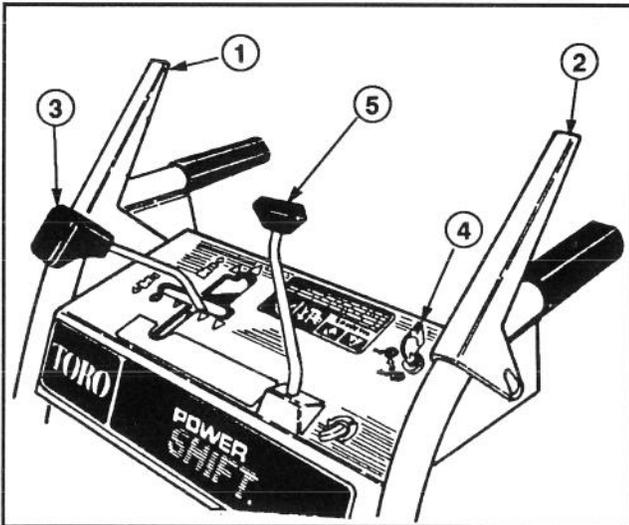

Abbildung 12
**Räumwerkkupplungshebel** (Abb. 12)–Dieser Hebel hat zwei Stellungen: EN und AUS. Zum Einschalten des Räumwerks und Gebläses den Hebel zum linken Griffholm drücken. Um den Antrieb zu stoppen, den Hebel loslassen.
**Fahrertriebshebel** (Abb. 12) - Um den Selbstantrieb (Radantrieb) einzuschalten oder das Power-Shift-System zu betätigen, muß der Hebel gegen den linken Haltegriff gedrückt werden. Um den Selbstantrieb auszuschalten, Hebel loslassen.
**Antriebshebel** (Abb. 12)–Der Hebel hat eine neutrale Stellung, vier Vorwärtsgänge und zwei Rückwärtsgänge. Er steuert auch die Power-Umschaltung der Räder. Die Geschwindigkeit werden durch Schieben des Hebels auf die gewünschte Stellung eingestellt.
**Räumwerk-Sperre** (Abb. 12)–Wenn sowohl der Räumwerkkupplungshebel als auch der Antriebshebel gedrückt werden, sperrt der Antriebshebel den Räumwerkkupplungshebel nach unten. Durch Freigabe des Antriebshebels wird der Räumwerkkupplungshebel freigegeben.
**Auswurfkontrolle** (Abb. 12) – Auswurfkontrolle im Uhrzeigersinn rotieren, um den Auswurf nach rechts zu bewegen, und gegen den Uhrzeigersinn, um den Auswurf nach links zu bewegen.
**Zündschloß** (Abb. 12) – Das Zündschloß hat zwei Stellungen: EIN und AUS. Den Zündschlüssel EIN drehen, ehe der Motor mit dem Rücklaufstarter angeworfen wird. Zum Abstellen des Motors den Schlüssel auf AUS drehen.
1. Die Speed-Shift-Steuerung in die Leerlaufstellung (N) und die Drossel auf "schnell" (FAST) stellen (Abb. 12).
5. Den Zündschlüssel auf EIN drehen (Abb. 12).
1. Räumwerkupplungshebel und Antriebshebel lösen (Abb. 12).